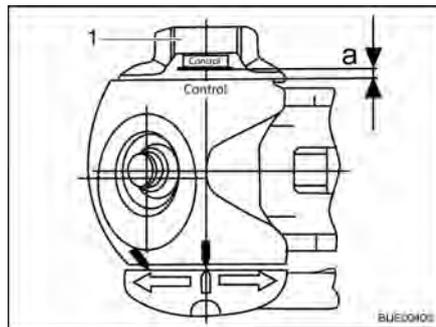

Fig. 196 Contrôle d'usure
- Tourner la molette de réglage (Fig. 196,1) vers la position de fermeture jusqu'à ce que vous ressentiez et entendiez le grincement du limiteur de couple. Sens de la rotation : Dans le sens des aiguilles d'une montre.
- Distance  $a > 0$  (Fig. 196) : Usure à l'intérieur de la zone autorisée.